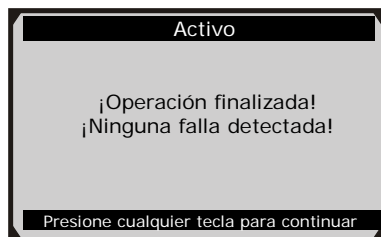

Figura 8.23
- 2) En el menú activo, use el botón **ARRIBA/ABAJO** para seleccionar el accionador deseado y comenzar la prueba. Si el accionador deseado funciona correctamente, la herramienta mostrará un mensaje de confirmación como el siguiente (Figura 8.23). De lo contrario, se mostrará un mensaje para